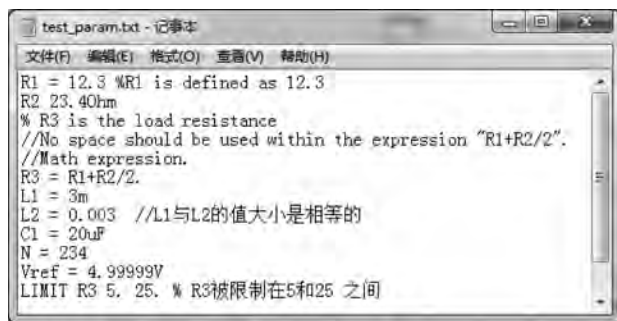

图 3-31 参数文件示例
- ▶ 参数文件的文件名可任意取, 其后缀为 txt, 定义一个参数文件的示例如图 3-31 所示。